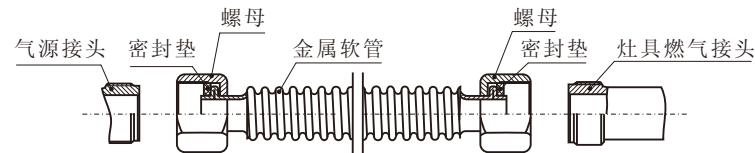

图5
- 2)使用金属软管连接的灶具:清理干净进气口,在金属软管两端的螺母内分别装入矩形密封垫,将螺母拧紧在气源接头和灶具燃气接头上(如图5所示)。